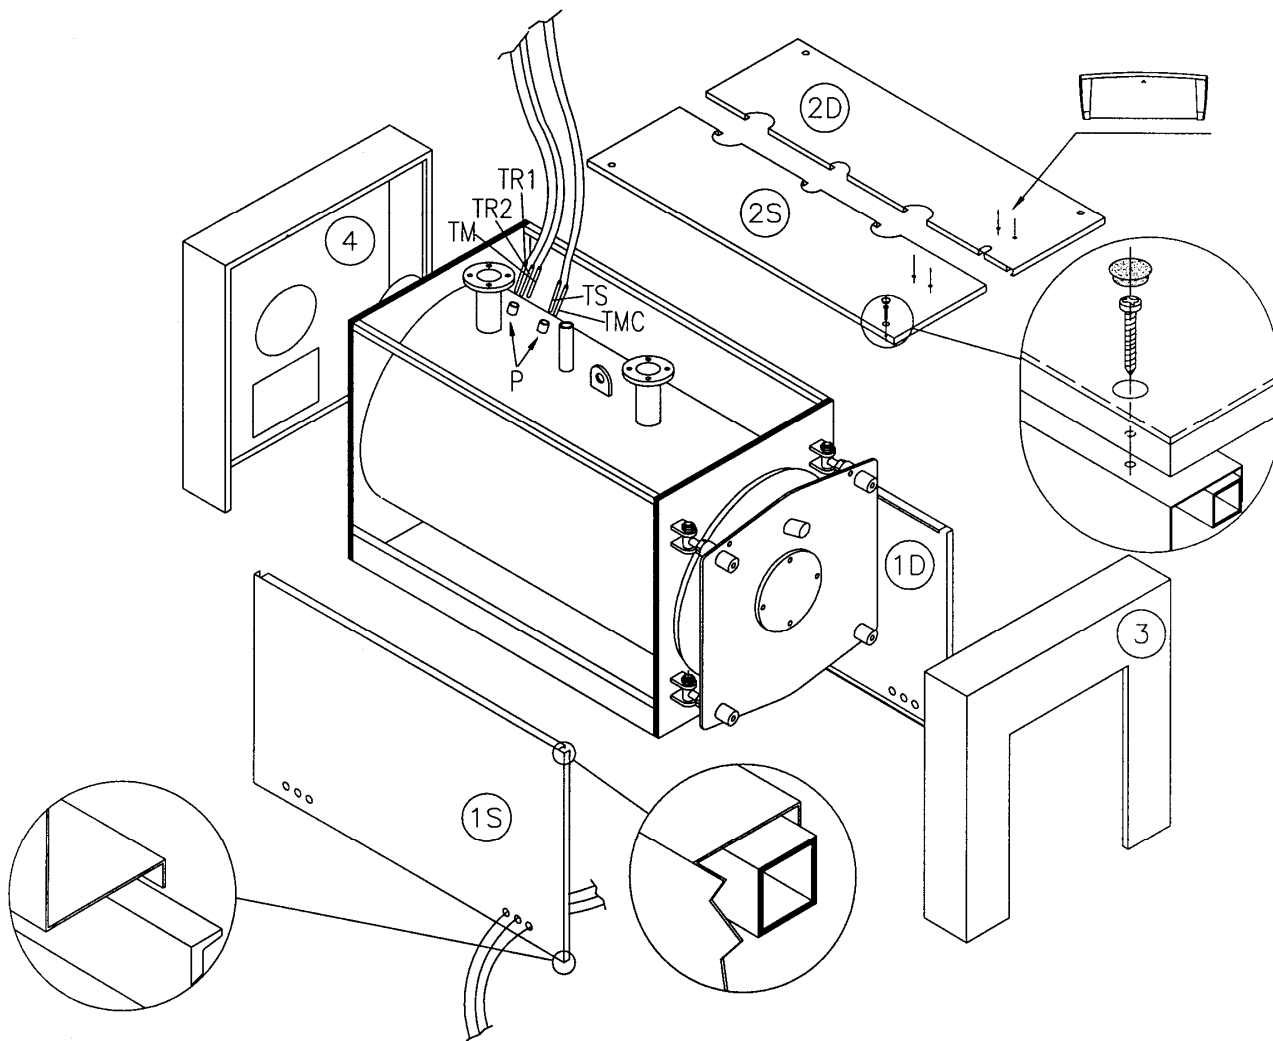

Рис. 8
4.2 ОБШИВКА КОТЛА REX 7÷40 /REX К 25÷40 (Рис. 8)
- a) Обернуть стекловатой корпус котла, оставляя свободными видимыми зумпфы для колб (P), расположенные на правой стороне.
- f) Зафиксировать верхние панели винтами и закрыть проходные отверстия заглушками (см.рис.8).